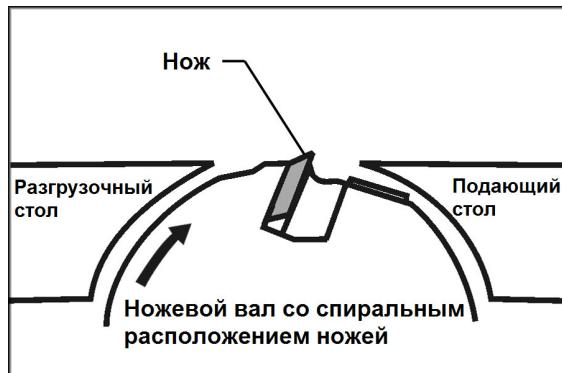

Рис. 21
4. Переверните нож на 180° и установите его на два штифта прижимной планки. Убедитесь, что соблюдено правильное направление режущей кромки ножа (Рис. 21).